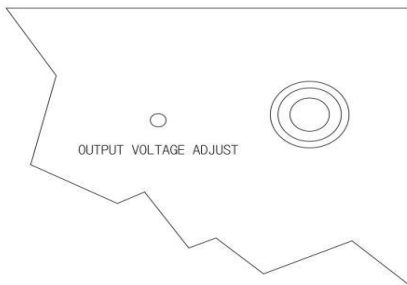

Fig. 1
2. Encienda la fuente de alimentación con la parte inferior hacia arriba y conecte un multímetro digital con, al menos, 2 decimales al terminal principal de salida (4).
3. Localice la entrada de acceso al potenciómetro para el ajuste fino (8) en la parte inferior, como se muestra en la fig. 1.